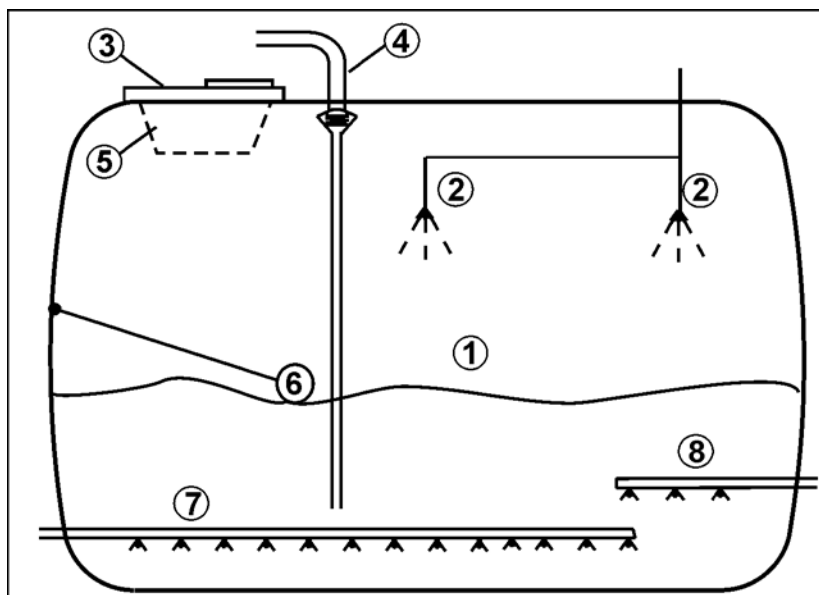

Bild 44
1. Manövrera traktorns styrenhet *blå* tills dragstången befinner sig i mittläge (Bild 44/1).